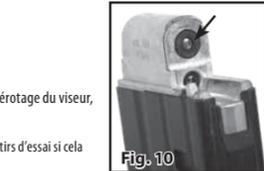

Fig. 10
2. Vérifiez régulièrement votre carabine à air comprimé. Mettez une goutte d'huile RMC01L sur le joint torique du chargeur (Fig. 10).